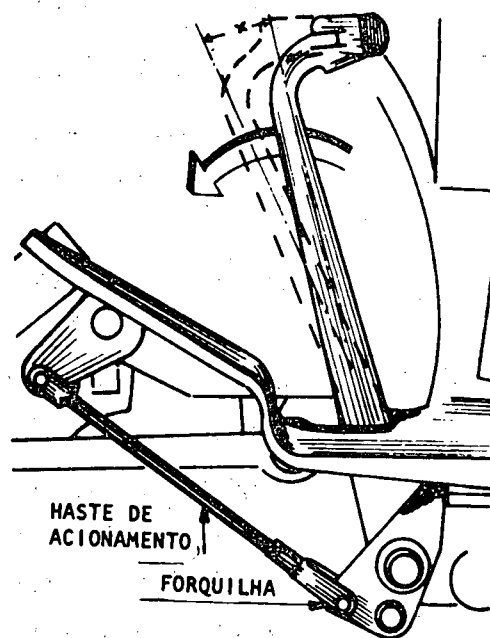

Fig. 1
- 1º Passo - Afrouxe a contraporca da haste de acionamento (fig. 1).